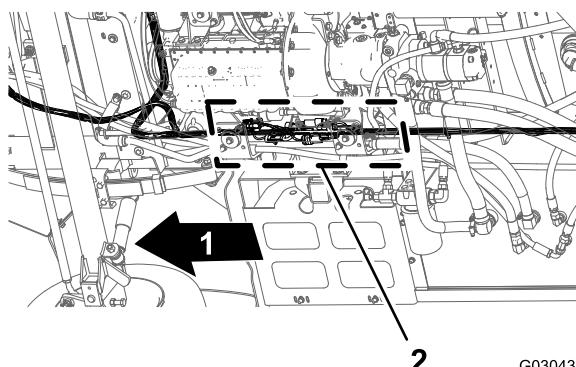

Рисунок 86
1. Находясь под машиной, под правой трубой рамы найдите электрические разъемы переднего и заднего жгутов проводов машины (Рисунок 86).